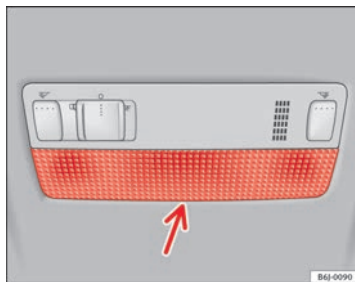

Fig. 166 Luce di lettura anteriore
- Introdurre un cacciavite dalla parte piatta tra il telaio e il vetro ⇒ fig. 166.